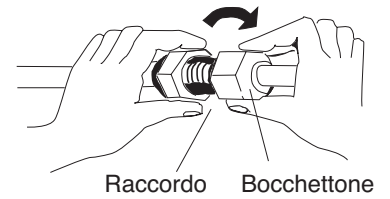

Fig. 13
- Allineare i tubi e avvitarli lentamente per ottenere un buon collegamento. (Fig. 13)